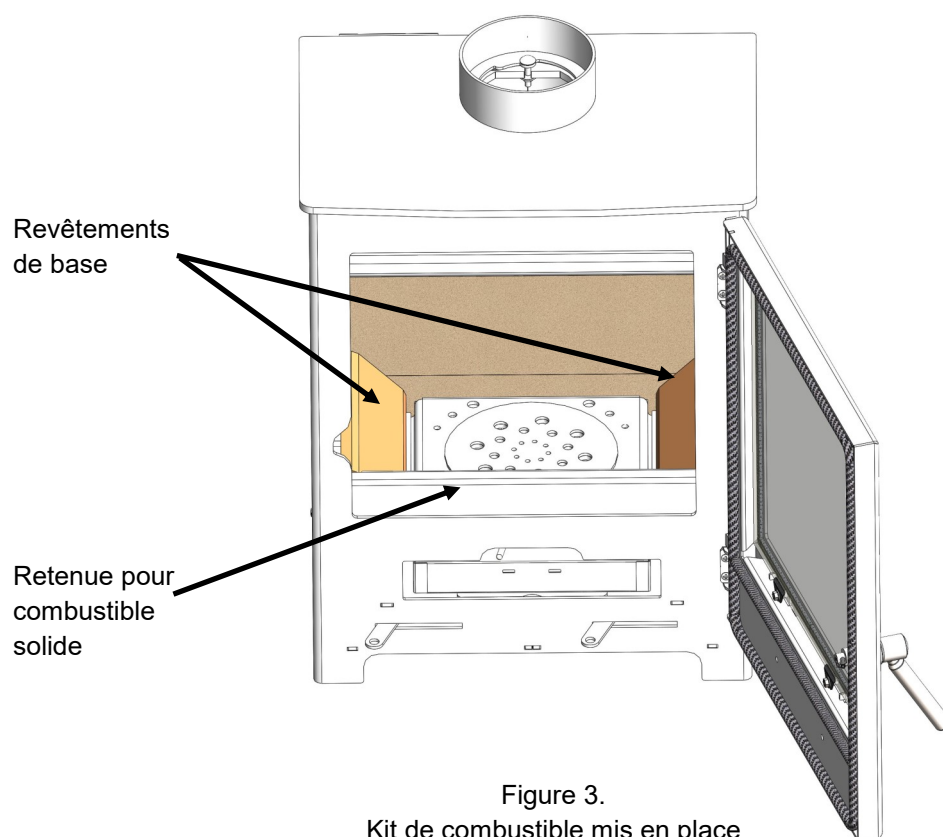

Figure 3.
Étape 5 : Enfin, placez le dispositif de retenue du combustible solide en position, en engageant les deux languettes dans le support avant de l'appareil. Voir la figure 3. L'appareil est maintenant prêt à fonctionner avec du combustible solide.